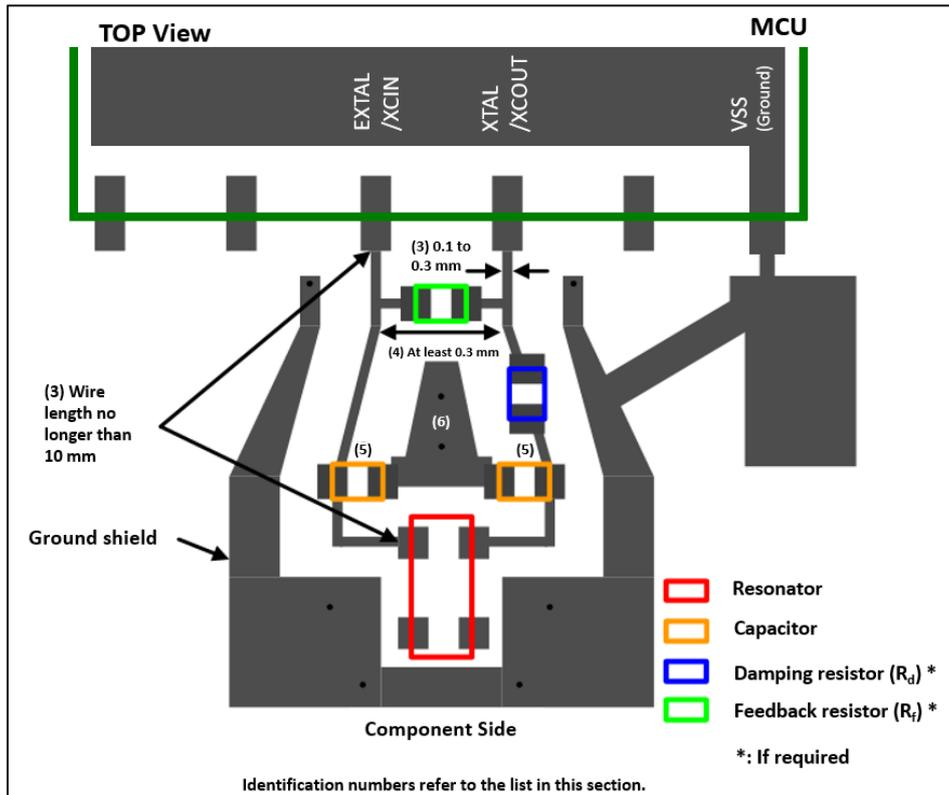
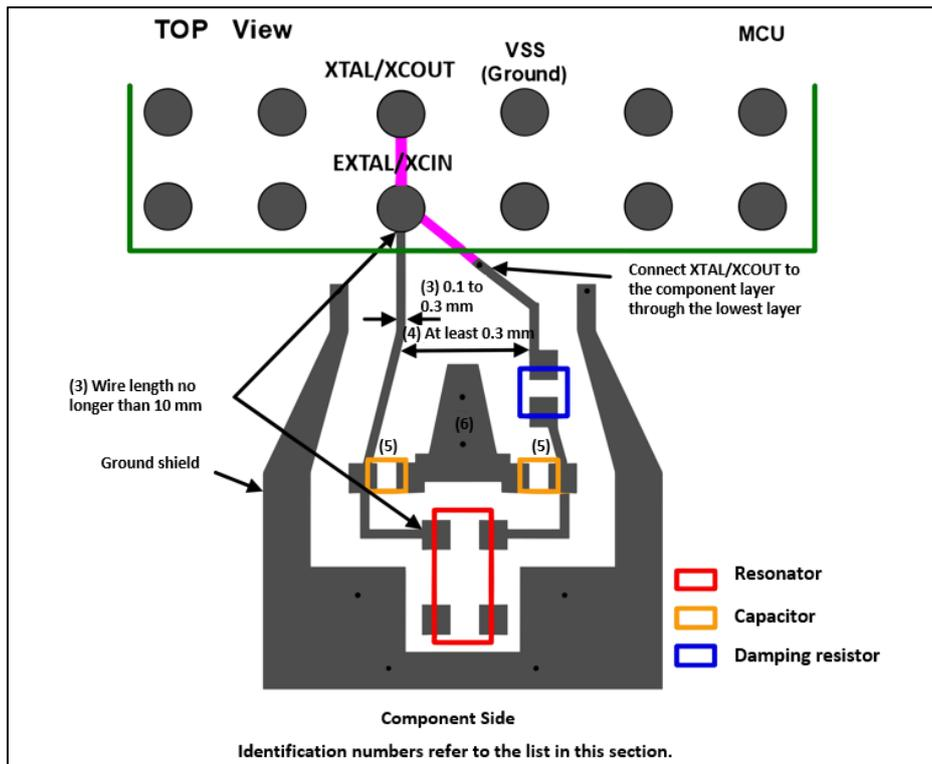
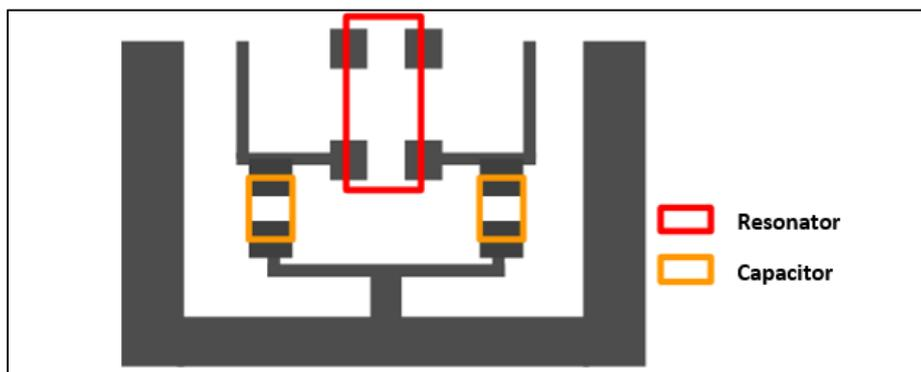

図 19 EXTAL/XCIN、XTAL/XCOUT 配線のパターン例：LQFP パッケージ
図 21 EXTAL/XCIN、XTAL/XCOUT 配線のパターン例 : BGA パッケージ
図 22 2つの外部容量を MCU 付近に配置することが難しい場合のパターン例
(1)~(6)に EXTAL/XCIN、XTAL/XCOUT 配線の要点を示します。また、図 19~図 22 にパターン例を示します。
- (1) EXTAL/XCIN、XTAL/XCOUT配線は他の信号線と交差させないでください。
- (2) EXTAL/XCIN、XTAL/XCOUT配線にテスト端子を設けないでください。
- (3) EXTAL/XCIN、XTAL/XCOUT配線の幅は0.1 mm~0.3 mmとし、MCUの端子から発振子の端子までの配線長はできるだけ10 mm 以内にしてください。
- (4) EXTAL/XCIN端子に接続した配線とXTAL/XCOUT端子に接続した配線は、できるだけ(少なくとも0.3 mm 以上の)間隔をあけてください。
- (5) 2つの外部負荷容量を最短距離の配線で接続し、その配線を部品面にあるグランドパターン（以下、グランドシールドとする。詳細については6.1.2章を参照してください。）に接続してください。基板のMCU付近に余地が無くて外部負荷容量を図19~図21のようにMCUの近くに配置できない場合は、図22のように配置してください。
- (6) EXTAL/XCIN、XTAL/XCOUT間の寄生容量を減らすために発振子とMCUの間にグランドパターンを設けてください。